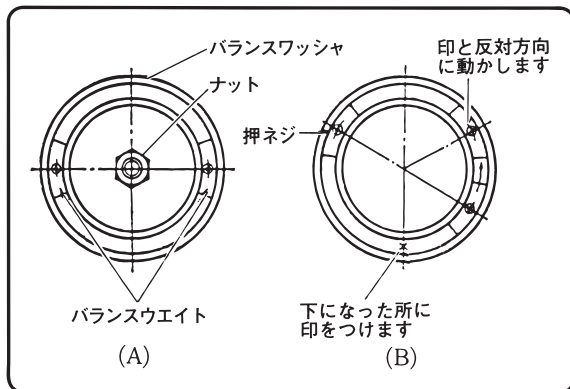

図 8
2. まず図8(A)のようにバランスウエイトを対称の位置において締付けます。次に手でトイシをゆっくりまわし、しばらくするとトイシは静止します。このとき真下になったところに印をつけます。これを数回くり返すと大体いつも下になる位置がわかります。これは印側のほうが重いからです。バランスを調整するためには、バランスウエイトを印と反対方向に動かします。
3. そこで図8(B)のように、バランスウエイトを動かして締付けます。前記操作をくり返し行い、トイシが静止した時、印をつけた位置が一定しなくなったら、バランスがとれたこととなります。